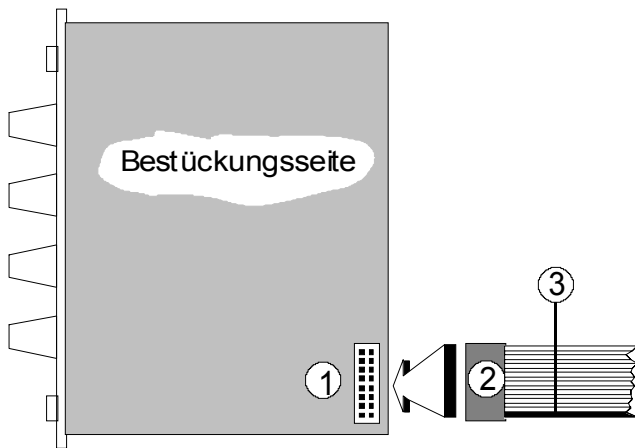

Abb. 1: Montage des Flachbandkabels am Modul
- Ziehen Sie den Steckertrafo von der Buchse ① ab.
- Schließen Sie das jedem Modul beiliegende **Flachbandkabel** an den **Bus-Stecker des Moduls** (s. ① in Abb. 1) an. In der Regel ist dieser 16-polig, bei einigen Modulen aber auch nur 10-polig. Suchen Sie beim Flachkabel die passende, aufgepreßte Buchse (s. ② in Abb. 1) aus und drücken Sie diese vorsichtig auf den Bus-Stecker des Moduls.
Achten Sie darauf, daß die **farbige Markierung des Kabels** beim Blick auf die Bestücksseite **unten** liegt (s. ③ in Abb. 1) und daß die Buchsen **bündig** (nicht seitlich versetzt) auf den Steckern sitzen, da andernfalls die Module bei Inbetriebnahme zerstört werden!